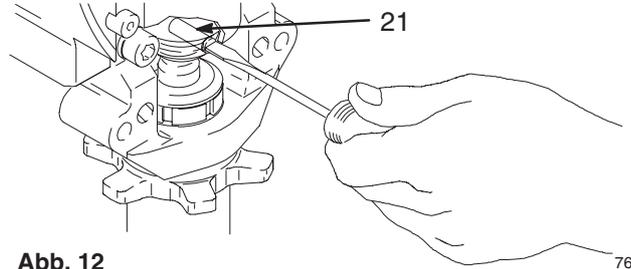

Abb. 12
3. Abb. 12. Mit einem Schraubenzieher die Haltefeder nach oben drücken und den Stift herausdrücken.
2. Abb. 12. Stift (21) in das Loch drücken. Und Haltefeder in die Nut rings um die Verbindungsstange drücken.